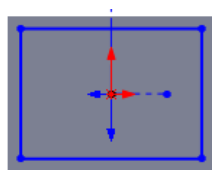

图 16.2.39 编辑草图
(4) 编辑草图，如图 16.2.39 所示。退出草图环境，完成成形特征 1 的创建。